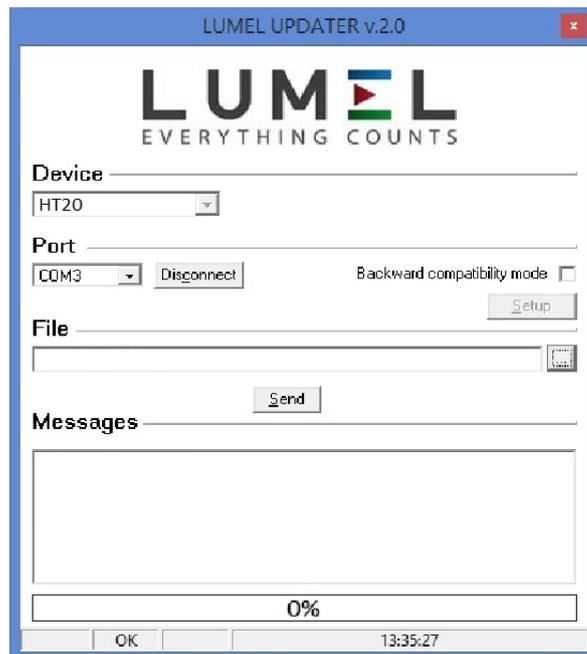

Bild 22. Ansicht des Programms zur Aktualisierung der Software des Messgerätes
Nach dem Start des Programms eCon sind die Geschwindigkeit, der Modus, die Adresse des Messgerätes und der Port der RS-485-Schnittstelle im Reiter **Kommunikation** einzustellen. Dann ist das Piktogramm **Verbinden** anzuklicken. Danach ist das Link **Firmware aktualisieren** anzuklicken, was das Fenster des Programms LUMEL UPDATER (LU) **anzeigen lässt - Bild 22**. Die Taste **Connect betätigen**. Im Infofenster **Messages**